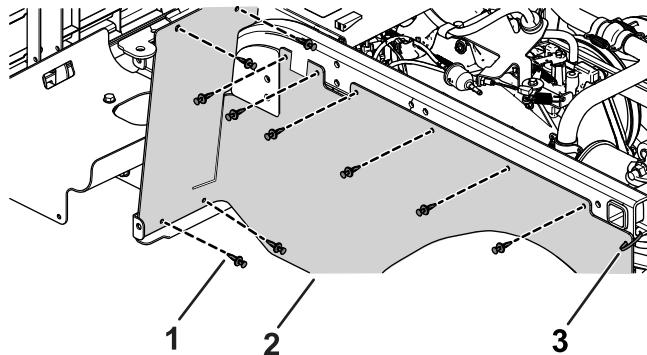

Bild 23
- Befestigen Sie jede Gummiabdeckung mit den zehn vorher entfernten Kunststoffnieten und einem Kabelbinder (Bild 23).